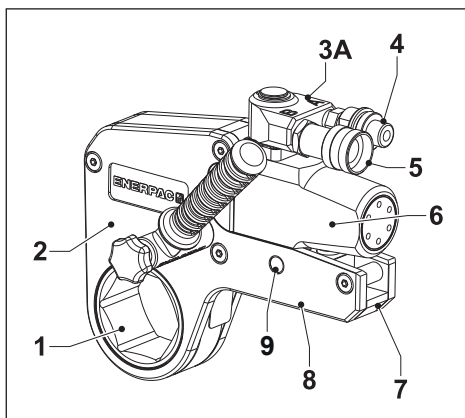

図1
- ・ ドライブユニットスペーサー固定ピンが摩耗、曲折、喪失、または損傷している可能性がある、または損傷していることが分かっている場合は、レンチを操作しないでください。ドライブユニットがカセットから外れ、危険な状態で飛散することがあります。10ページの図1または2の項目9を参照してください。
3.1 概要と特長(図1または2)